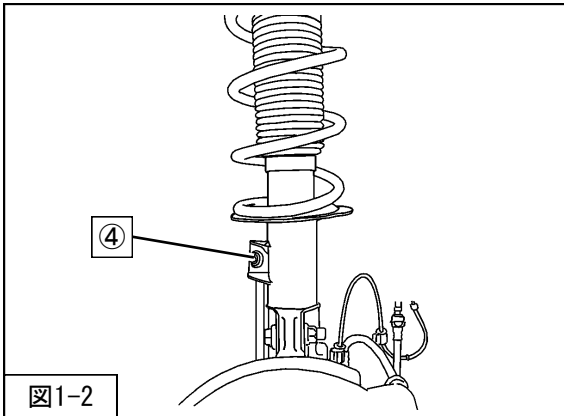

図1-2
3. ④スタビライザリンク取付ナットを取外してください。（図1-2）